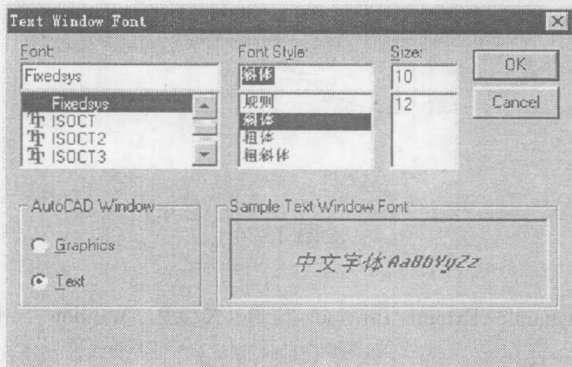

图 1-2
(2) 将该对话框内“Text window parameters”中的第一个数字改为 3,表示将显示命令行的行数设置为 3。
(3) 在该对话框中选取“Fonts...”按钮,这时出现如图 1-2 所示的“Text Window Font”对